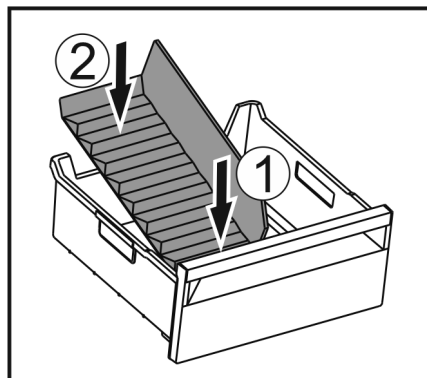

Fig. 171
- Vložte prednú časť oddel'ovača zásuvky na ľad. Fig. 171 (1)
- Spustite zadnú časť oddel'ovača zásuvky na ľad až na dno zásuvky. Fig. 171 (2)